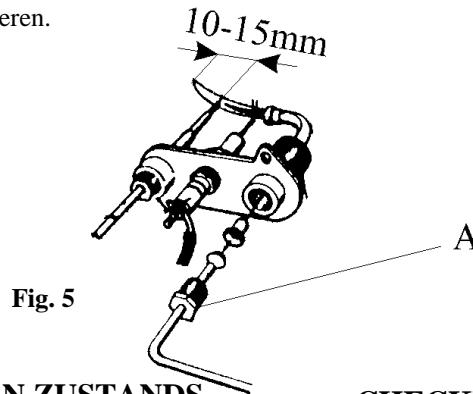

Fig. 5
Die Spannmutter (A) der Zündflammenleitung losdrehen und die Leitung aus dem Zündflammenbrenner ziehen. (Abbildung 5). Sie müssen die montierte Einspritzdüse kontrollieren und, wenn notwendig, gegen eine neue auswechseln. Kontrollieren Sie die Kodenummer (siehe technische Daten). Darauf müssen Sie die Zündflammenleitung wieder montieren.
Loosen the securing nut (A) of the pilot-flame pipe and pull the pipe out of the pilot-flame burner (fig. 5).
Die Spannmutter (A) der Zündflammenleitung losdrehen und die Leitung aus dem Zündflammenbrenner ziehen. (Fig. 5). Sie müssen die montierte Einspritzdüse entfernen und gegen eine neue auswechseln. Kontrollieren Sie die Kodenummer (siehe technische Daten). Darauf müssen Sie die Zündflammenleitung wieder montieren.
Loosen the securing nut (A) of the pilot-flame pipe and pull the pipe out of the pilot-flame burner (fig. 5). Remove the fitted nozzle and replace it by a new one. Check that the code number is correct (see technical data). Now reattach the pilot-flame pipe.